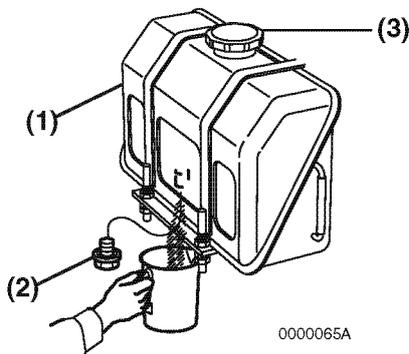

Abbildung 10
1. Einen zulässigen Behälter unter dem Kraftstofftank (**Abbildung 10, (1)**) platzieren, um den verunreinigten Kraftstoff aufzufangen.
2. Tankdeckel abnehmen (**Abbildung 10, (3)**).
3. Ablassschraube (**Abbildung 10, (2)**) herausdrehen, um Verunreinigungen (Wasser, Schmutz, etc.) vom Tankboden zu entfernen.